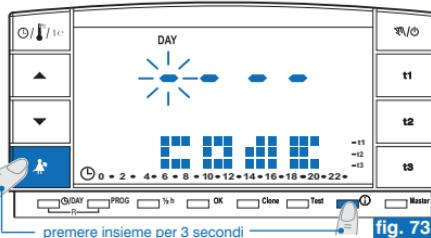

fig. 73
- Dal normale funzionamento del cronotermostato, per inserire una password mantenere premuti (circa 3 sec.) i tasti **#** e **①**. Sul display apparirà la scritta **CodE** e il primo trattino a sinistra lampeggerà (fig. 73).
- Se la password è abilitata e si cerca di attivare una delle funzioni protette, sul display apparirà la scritta **C0dE** e il primo trattino a sinistra lampeggerà (fig. 73).
- Dal normale funzionamento del cronotermostato mantenere premuti (circa 3 sec.) i tasti **▲** e **①**. Sul display apparirà la scritta **C0dE** e il primo trattino a sinistra lampeggerà (fig. 73).